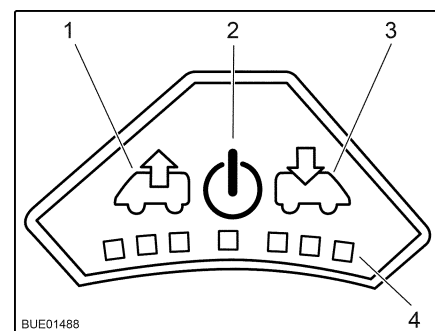

Fig. 56 Panneau de commande du ventilateur
Allumer : ■ Appuyer sur la touche Marche/Arrêt (Fig. 56,2). Le ventilateur fonction en mode confort (aération à faible vitesse de rotation).
- Pour augmenter la vitesse de rotation du ventilateur : Appuyer sur la touche Ventiler (Fig. 56,1). La vitesse de rotation du ventilateur augmente d'un niveau de puissance dans le sens de l'échappement. Les DEL (Fig. 56,4) montrent les niveaux de puissance.
- Pour réduire la vitesse de rotation du ventilateur : Appuyer sur la touche Aérer (Fig. 56,3). La vitesse de rotation du ventilateur diminue d'un niveau de puissance.
- Pour augmenter la vitesse de rotation du ventilateur : Appuyer sur la touche Aérer (Fig. 56,3). La vitesse de rotation du ventilateur augmente d'un niveau de puissance dans le sens de l'aération. Les DEL (Fig. 56,4) montrent les niveaux de puissance.
- Pour réduire la vitesse de rotation du ventilateur : Appuyer sur la touche Ventiler (Fig. 56,1). La vitesse de rotation du ventilateur diminue d'un niveau de puissance.
- Appuyer sur la touche Marche/Arrêt (Fig. 56,2). Le ventilateur s'arrête, les DEL s'éteignent.